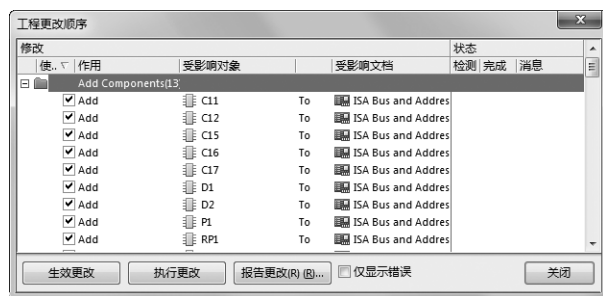

图 7-39 “工程更改顺序”对话框
2. 选择以上命令后，系统弹出“工程更改顺序”对话框，如图 7-39 所示。